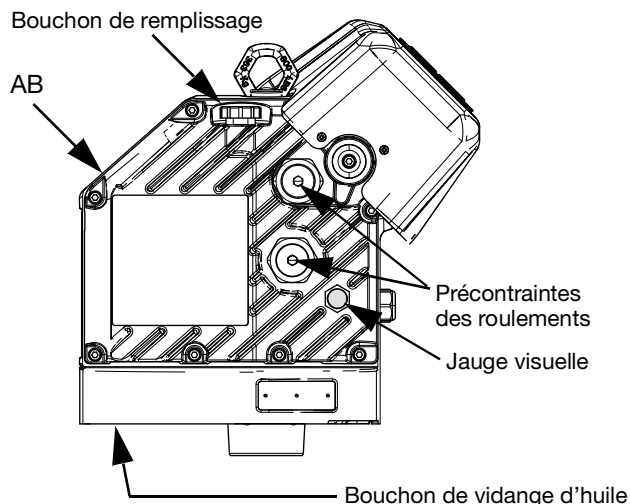

FIG. 39: Jauge visuelle et bouchon de remplissage d'huile
3. Retirer le bouchon de vidange d'huile. Voir la FIG. 39 pour connaître l'emplacement du bouchon de vidange. Laisser l'intégralité de l'huile s'écouler du moteur (AB).
Voir FIG. 39 ci-dessous. Vérifier régulièrement le niveau d'huile dans la jauge visuelle. Le niveau d'huile doit se trouver près de la moitié de la jauge visuelle lorsque le moteur (AB) ne tourne pas. Si le niveau d'huile est bas, ouvrir le bouchon de remplissage et ajouter de l'huile synthétique EP sans silicone pour engrenages ISO 220 Graco réf. 16W645.